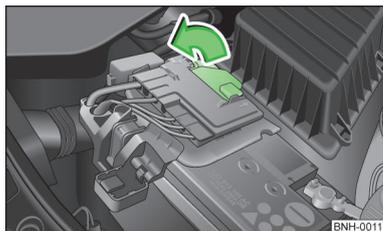

Fig. 103
- Rabattez le cache dans le sens de la flèche » fig. 103.